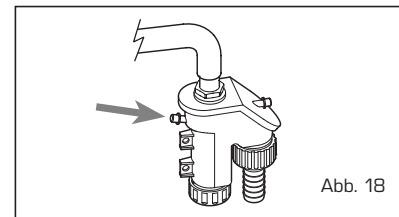

Abb. 18
4.4 WARTUNG (Abb. 18)
Die eventuelle Befüllung erfolgt durch die dazu vorgesehene Öffnung (Abb. 18).